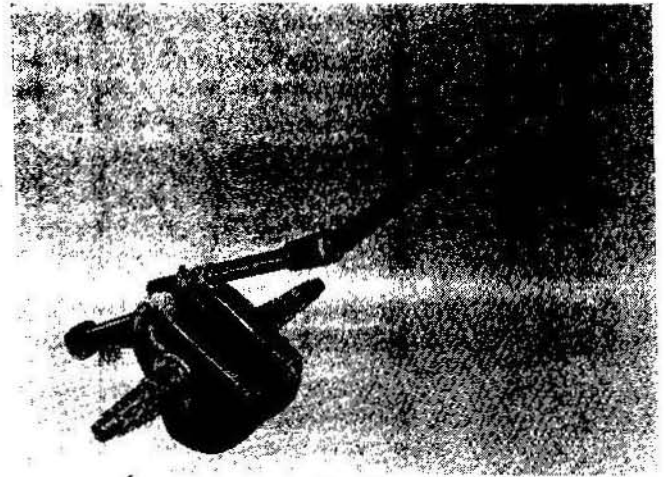
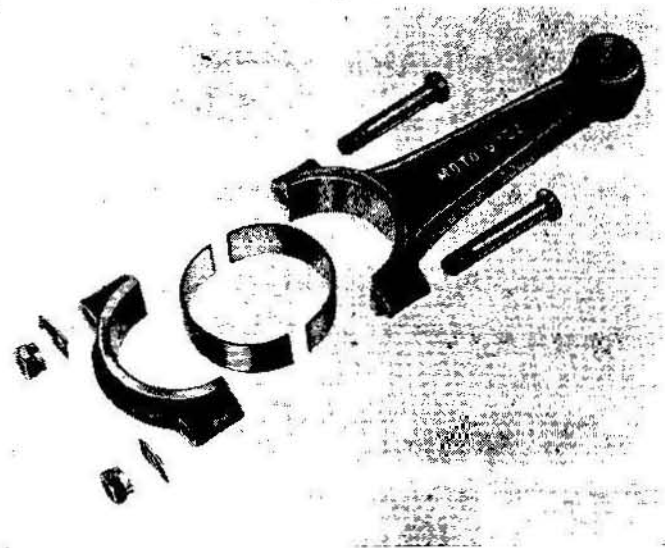
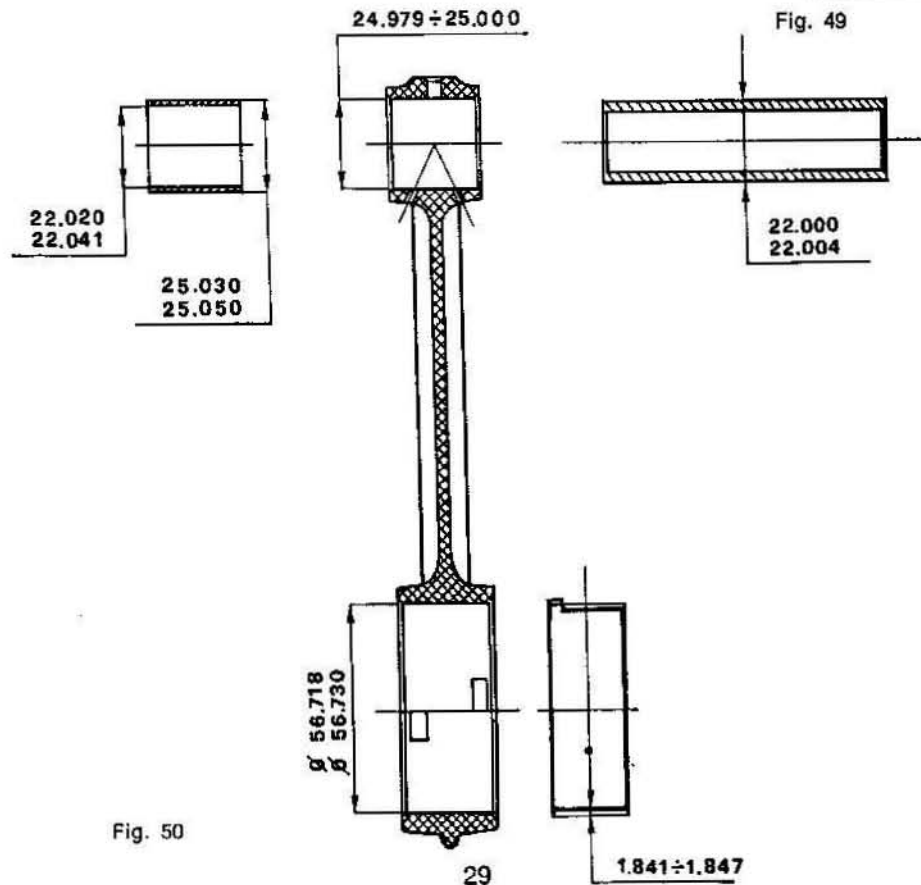

Fig. 48
Fig. 49
Fig. 50
- Montare la biella sull'albero motore e bloccare i dadi con chiave dinamometrica con coppia di serraggio di $\text{Kg/m } 3,5$ (vedere fig. 48). Gruppo biella smontata (vedere fig. 49). Per misure vedere disegno fig. 50.